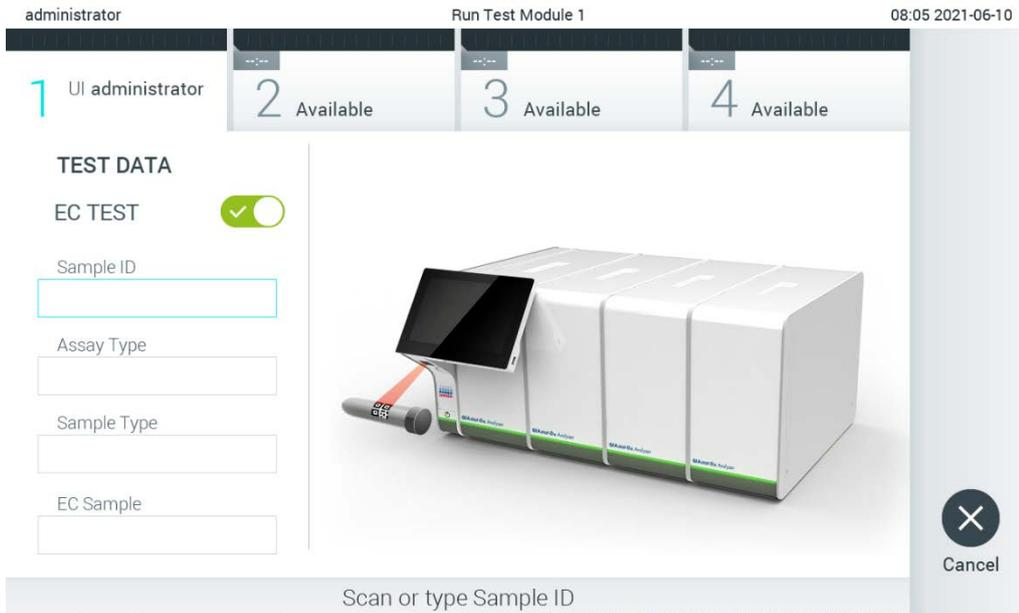

Figura 88. Activación del botón de alternancia EC Test (Prueba de EC) para habilitar una prueba de EC.
2. Active el botón de alternancia EC Test (Prueba de EC) (figura 88, siguiente página).
3. Cuando se le indique, escanee el código de barras del ID de la muestra con el lector de códigos de barras que está integrado en el módulo operativo (figura 88).